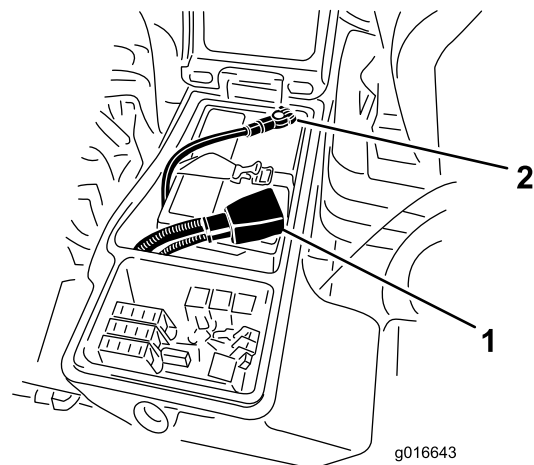

図 84
6. 赤いケーブルをバッテリーの端子に、黒いケーブルはバッテリーの端子に固定する 図 84